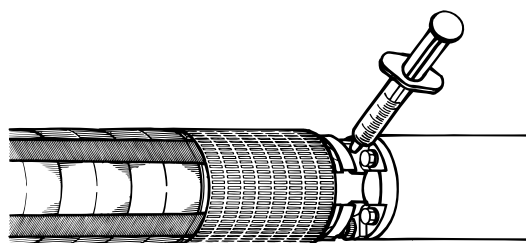

Fig. 7 Påfyllningsventilens placering
1. Bänd ut filtret, som sitter framför ventilen ovanpå motorn, med en skruvmejsel. Filter med skruvmejselspår skruvas ut. Fig. 7 visar påfyllningsventilens placering.
2. Tryck påfyllingssprutan mot ventilen och spruta in vätskan. Se fig. 7. Om ventilkonan trycks ned för långt kan den skadas och ventilen börja läcka.